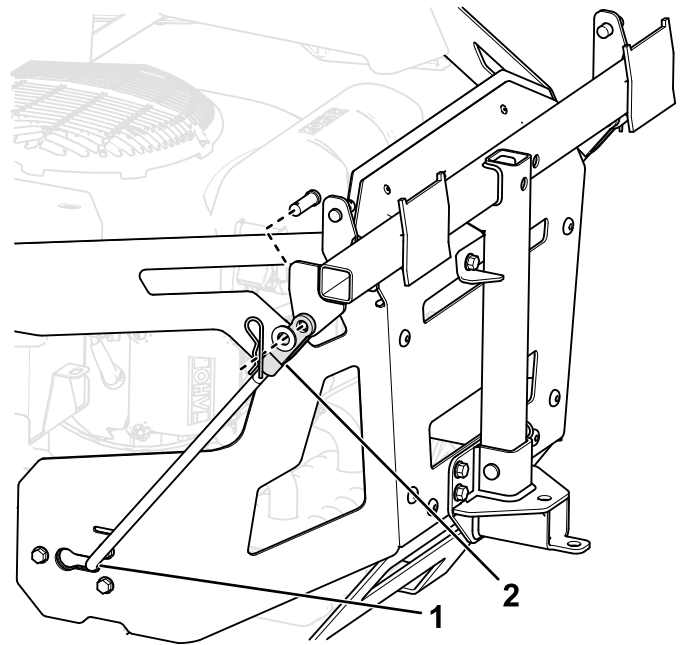

Bild 9
6. Setzen Sie das gebogene, flache Ende einer Stange in den verkeilten Schlitz an der Seite des Maschinenrahmens ein und bewegen die Stange nach hinten, damit sie im Rahmen sitzt (Bild 9).
8. Befestigen Sie die Enden der Stangen am Heckfangsystemrahmen, wie in Bild 9 dargestellt, und sichern Sie das Ende jeder Stange mit einem Lastösenbolzen und einem Splint.